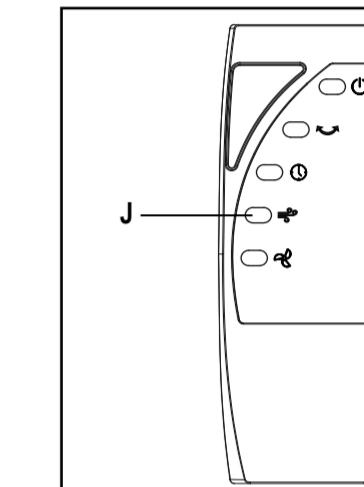
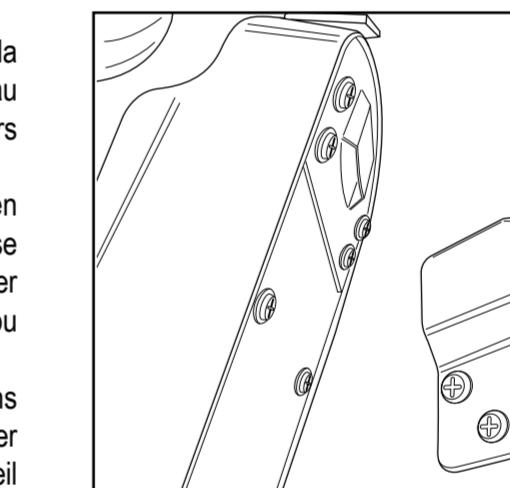

Fig. 3
Fig. 4
| F Ghiera posteriore di bloccaggio ventola | P Telecomando (Fig. 3)                         |
- Posizionare la griglia posteriore (B) sull'asse (G) del corpo motore (H) e fissarla inserendo e ruotando l'apposita ghiera (F) in senso orario fino al completo bloccaggio.
- Inserire la ventola (A) sull'asse (G) motore premendo la leggermente.
- Assicurare la ventola (A) avvitando sull'asse la relativa ghiera anteriore (C) fino al completo bloccaggio.
- Assemblare la griglia anteriore (E) con quella posteriore (B) mediante l'apposito gancio (D) sulla griglia anteriore e bloccarla insieme avvitando per mezzo di un cacciavite la relativa vite. Chiudere le clip intorno ai bordi della griglia anteriore in modo tale che aggancino entrambe le griglie.
- Fare fai nel muro, usando i fori della staffa (L) come guida. Avvitare la staffa di fissaggio (L) al muro, utilizzando le 3 viti (M).
- Appenderci il ventilatore al muro, inserendo l'apposito attacco (I), posto sul retro del braccio (N), sulla staffa di fissaggio (L) fissata alla parete (Fig. 4).
- Accendere la ventola premendo il tasto "ON/OFF" (K) sul pannello di controllo o sul telecomando. Si illuminerà l'apposita spia (V) sulla parte anteriore della ventola.
- La velocità della ventola viene regolata premendo ripetutamente il tasto (X) sul telecomando o sul pannello di controllo.
- Per avviare e interrompere l'oscillazione della testa della ventola, premere il pulsante (R) sul telecomando o sul pannello di controllo. L'apposita spia (U) sulla parte anteriore della ventola si illuminerà.
- Per impostare il tempo di funzionamento (da 0,5 a 7,5 ore), premere ripetutamente il tasto (Y) sul telecomando o sul pannello di controllo fino a quando non si illumineranno le apposite spie del tempo impostato, poste sulla parte anteriore della ventola.
- Ad esempio per impostare un tempo di funzionamento di 5 ore sarà necessario premere il tasto (Y) per 10 volte fino a quando non si illumineranno le spie "4H" e "1H"; mentre per impostare un tempo di funzionamento di 7,5 ore sarà necessario premere il tasto (Y) per 15 volte fino a quando non si illumineranno le spie "4H", "2H", "1H" e "0,5H".
- È possibile scegliere altre due modalità di ventilazione "Natural" (S) o "Sleep" (T), oltre a quella normale, premendo ripetutamente il tasto (J) sul telecomando (Fig.3). L'apposita spia sulla parte anteriore della ventola si illuminerà (S-T).
- Per entrambe le modalità, è possibile selezionare il livello di funzionamento ("Low", "Middle", "High") mediante il tasto (X) sul telecomando o sul pannello di controllo, premuto ripetutamente con il ventilatore in funzione.
- Ad utilizzo ultimato, spegnere l'apparecchio premendo il tasto "ON/OFF" (K) sul pannello di controllo o sul telecomando, quindi staccare la spina dalla presa di corrente.
| G Motor shaft                  | P Remote control (Fig. 3)           |
- Switch the blade on by pressing the "ON/OFF" (K) button on the remote control or on the control panel. The opposite light (V) will light up on the front side of the blade.
- The blade speed is adjusted by repeatedly pressing the button (X) on the remote control or on the control panel. The opposite lights (Z) on the front side of blade will turn on.
- Switch the fan off by pressing the "ON/OFF" (K) button on the remote control or on the control panel. By pressing the "ON/OFF" button all of settings are cancelled automatically and the blade is reset.
- To start and stop the oscillation of the blade head, press the (R) button on the remote control or on the control panel. The opposite light (U) on the blade front side will turn on.
- To set the operating time (from 0.5 to 7.5 hours), press repeatedly the button (Y) on the control panel or the remote control until the opposite lights of the time set, situated on the front side of the blade, light up.
- For instance, for setting an operating time of 5 hours, it will be necessary to press button (Y) 10 times until the lights "4H" and "1H" turn on. For setting an operating time of 7.5 hours, it will be necessary to press the button (Y) 15 times until the lights "4H", "2H", "1H" and "0.5H" turn on.
- It is possible to select other two possible ventilation modes "Natural" (S) or "Sleep" (T), in addition to the standard one, by repeatedly pressing the (J) button on the remote control (Fig.3). The opposite light on the front side of the blade will turn on (S-T).
- For both modes, it is possible to select the operating level ("Low", "Middle", "High") by means of the (X) button on the remote control or the control panel, repeatedly pressed with the fan in operation.
- At the end of the use, switch the appliance off by pressing the ON/OFF (K) button on the remote control or on the control panel, then unplug it.
| F Bague de blocage postérieur de l'hélice | P Télécommande (Fig. 3)                         |
- Percer trois trous dans le mur, en utilisant les trous du support (L) comme guides. Visser le support de fixation (L) au mur, à l'aide des 3 vis (M).
- Accrocher le ventilateur au mur, en insérant l'attache appropriée (I), située à l'arrière du bras (N), sur le support de fixation (L) fixé au mur (Fig. 4).
- Il est possible de choisir deux autres modes de ventilation, «Naturel» (S) ou «Sommeil» (T), en plus du mode normal, en appuyant plusieurs fois sur le bouton (J) de la télécommande (Fig.3). Le voyant lumineux correspondant situé à l'avant du ventilateur s'allume (S-T).
|                        | P Fernbedienung (Abb. 3) |